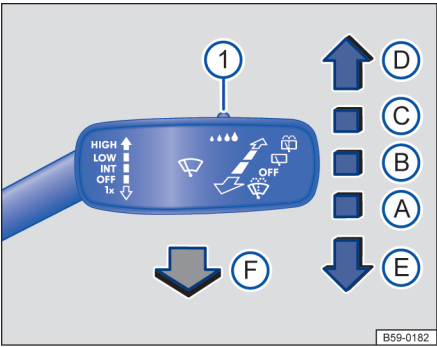

图 119 操作车窗玻璃刮水器。
①  拉住操作杆时用于清洁车窗玻璃的刮水和自动清洗功能。
②  后风窗刮水器间歇刮水。风窗刮水器约每 6 秒钟刮一次。
③  将操作杆拨至该位置，系统立即启动清洗/刮水功能，清洗后风窗。
④  使用开关 → 图 119 ① 使用合适的间歇挡位（不配备雨量传感器的汽车）或调节雨量传感器的灵敏度。
- 请在点火开关关闭 30 秒内向下短按车窗玻璃刮水器操作杆 → 图 119(E)。